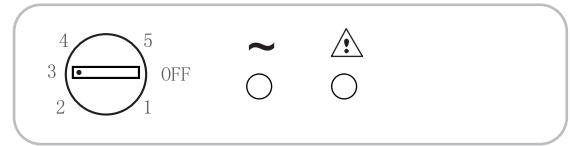

Fig. 3
1) Ruotare la manopola sulla posizione „0“ (Fig. 3).